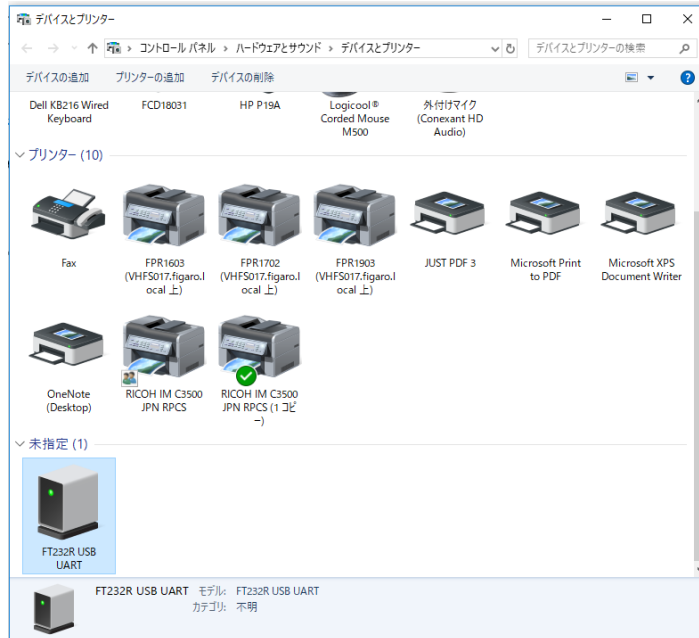

図5 USBドライバーアイコン（デバイスとプリンターの表示画面）
- ① フォルダ内の、[USB Driver] フォルダを開き、以下の実行ファイルをダブルクリックします。
- ② 使用許諾契約が表示されたら、内容をご確認後、[同意します] を選択して、[次へ] をクリックすると、インストールを開始します。
- ③ USB ドライバーのインストールが完了したら、[完了] ボタンを押して、インストール画面を閉じます。
- ④ 本評価用モジュールの USB 端子とコンピュータ側の USB 端子を、付属の USB ケーブルで接続します。
- ⑤ EM7162 上の電源スイッチ SW1 を ON にし、コンピュータの画面で USB ドライバーが認識されたことを確認します。
- ⑥ “スタートメニュー”の“設定”から、“デバイス”を選び、関連する設定から“デバイスとプリンター”を選択します。
- ⑦ USBドライバー“FT232R USB UART”のアイコンを右クリックし、“プロパティ”を選択します。(図5)